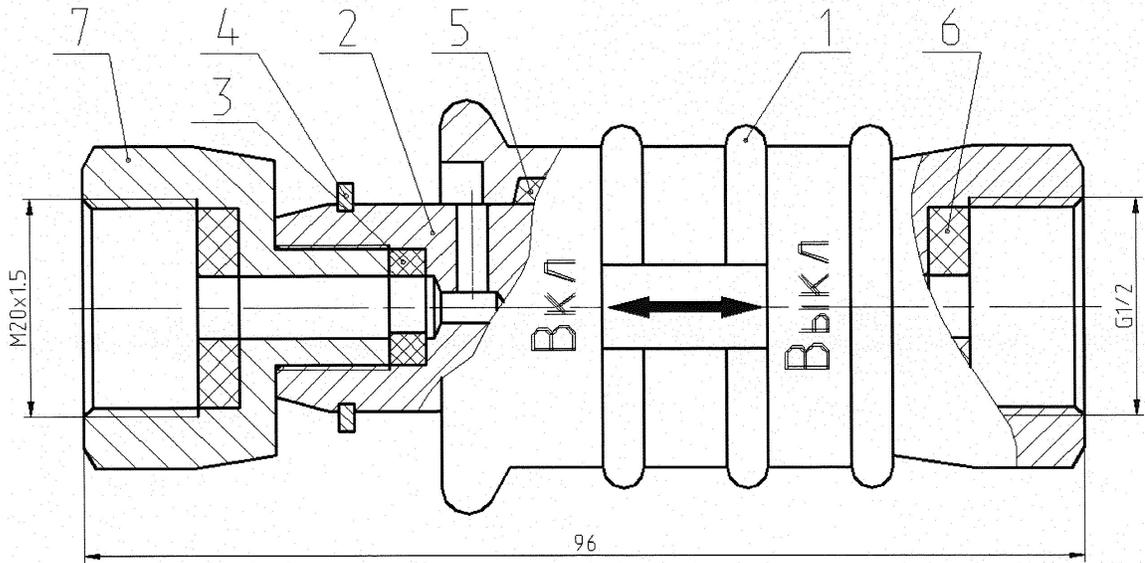

Рисунок 1
- 6.1 Клапан (рисунок 1) монтируется и эксплуатируется на газопроводах с природным и сжиженным газом, а также в системах трубопроводов сжатого воздуха.